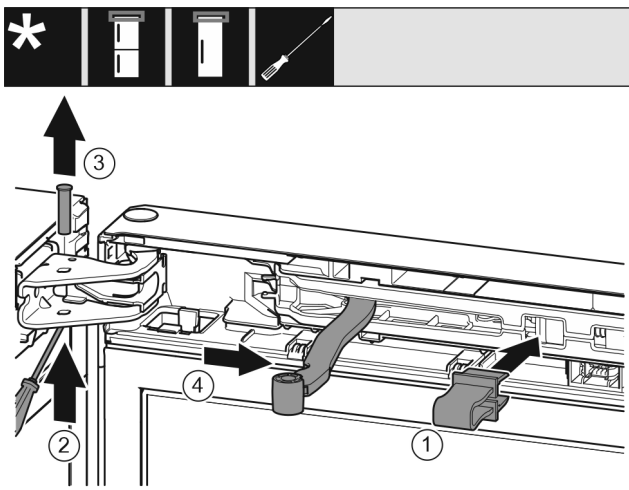

Fig. 8
- ▶ Introduire l'arrêttoir dans l'ouverture. Fig. 8 (1)
- ▶ Desserrer le boulon avec un tournevis. Fig. 8 (2)
- ▶ Sortir le boulon par le haut. Fig. 8 (3)
- ▶ Tourner l'articulation en direction de la porte. Fig. 8 (4)